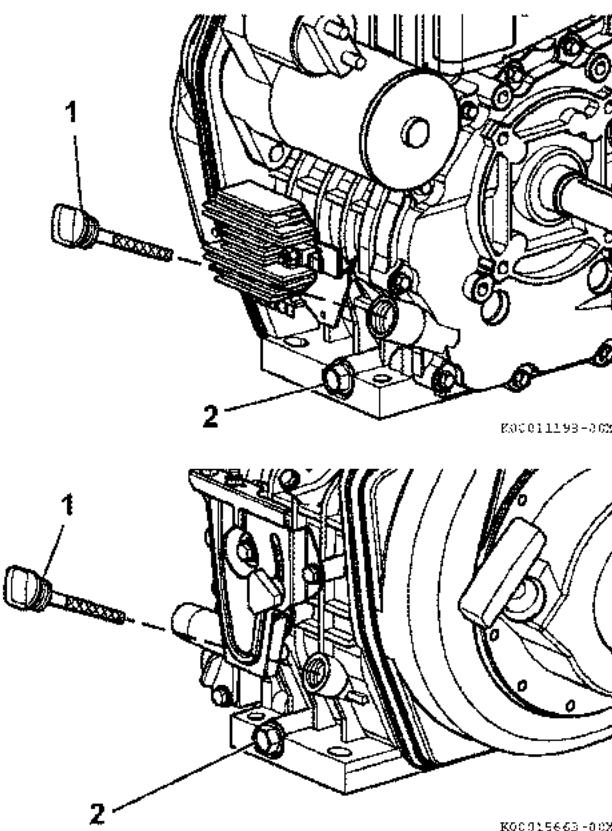

Рисунок 24
5. Снимите одну из крышек маслозаливной горловины (Рисунок 24, (2)), чтобы проветрить картер двигателя и обеспечить свободный слив моторного масла. Слейте моторное масло.
6. Вывинтить и вытащить крышку маслозаливной горловины / щуп для измерения уровня масла (Рисунок 24, (1)), чтобы масло свободно сливалось.
7. После того, как все масло слилось из картера двигателя, повторно установите сливную пробку на место (Рисунок 24, (2)) и закрутите ее с моментом затяжки 173 – 208 фунто-фут (19.6 – 23.5 Н·м, 2.0 – 2.4 кгс·м).